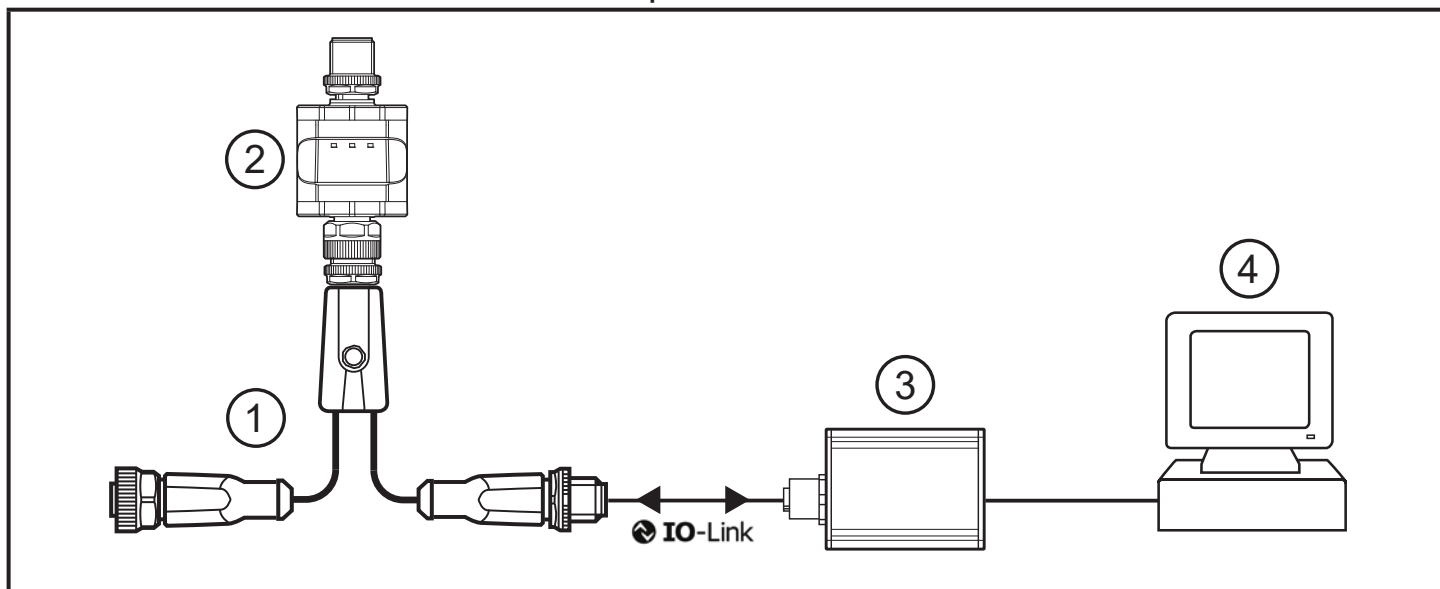

Рис. 8.1: Подключение для настройки параметров
- Подключите и настройте прибор в соответствии с рис. 8.1 (→ 8).
Для работы на устройстве IO-Link, которое не поддерживает автоматическую настройку выхода (→ 9.1) или, например, если необходимо устранить защиту от записи, сначала необходимо настроить устройство. Чтобы это сделать, прибор должен быть подключен в соответствии с рис. 8.1.